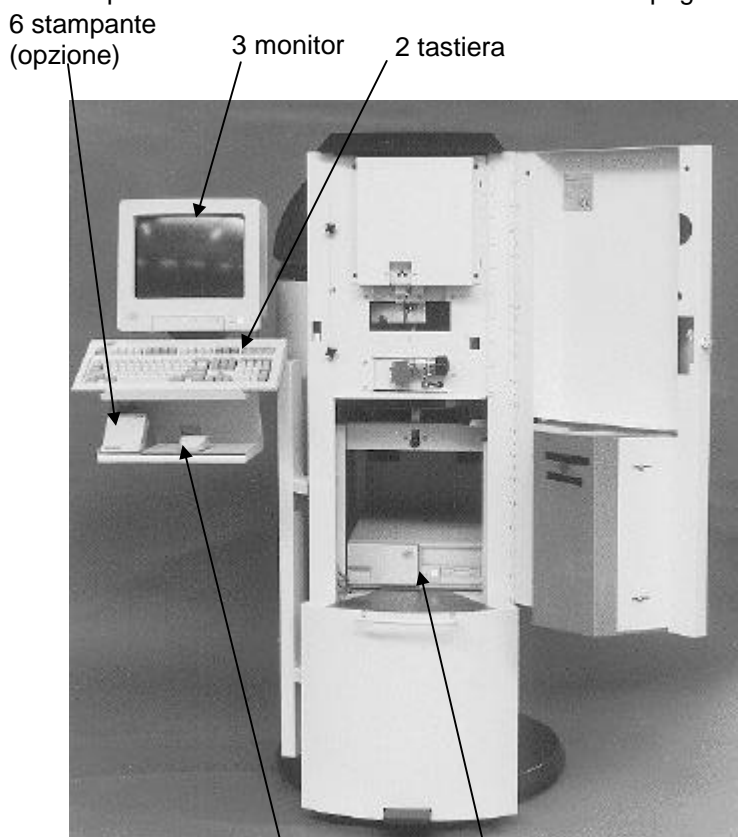

figura 8
- Collocare la tastiera (2), il monitor (3) e il computer (4), (eventualmente il mouse (5) e la stampante per le etichette (6) ) come indicato in figura 8.